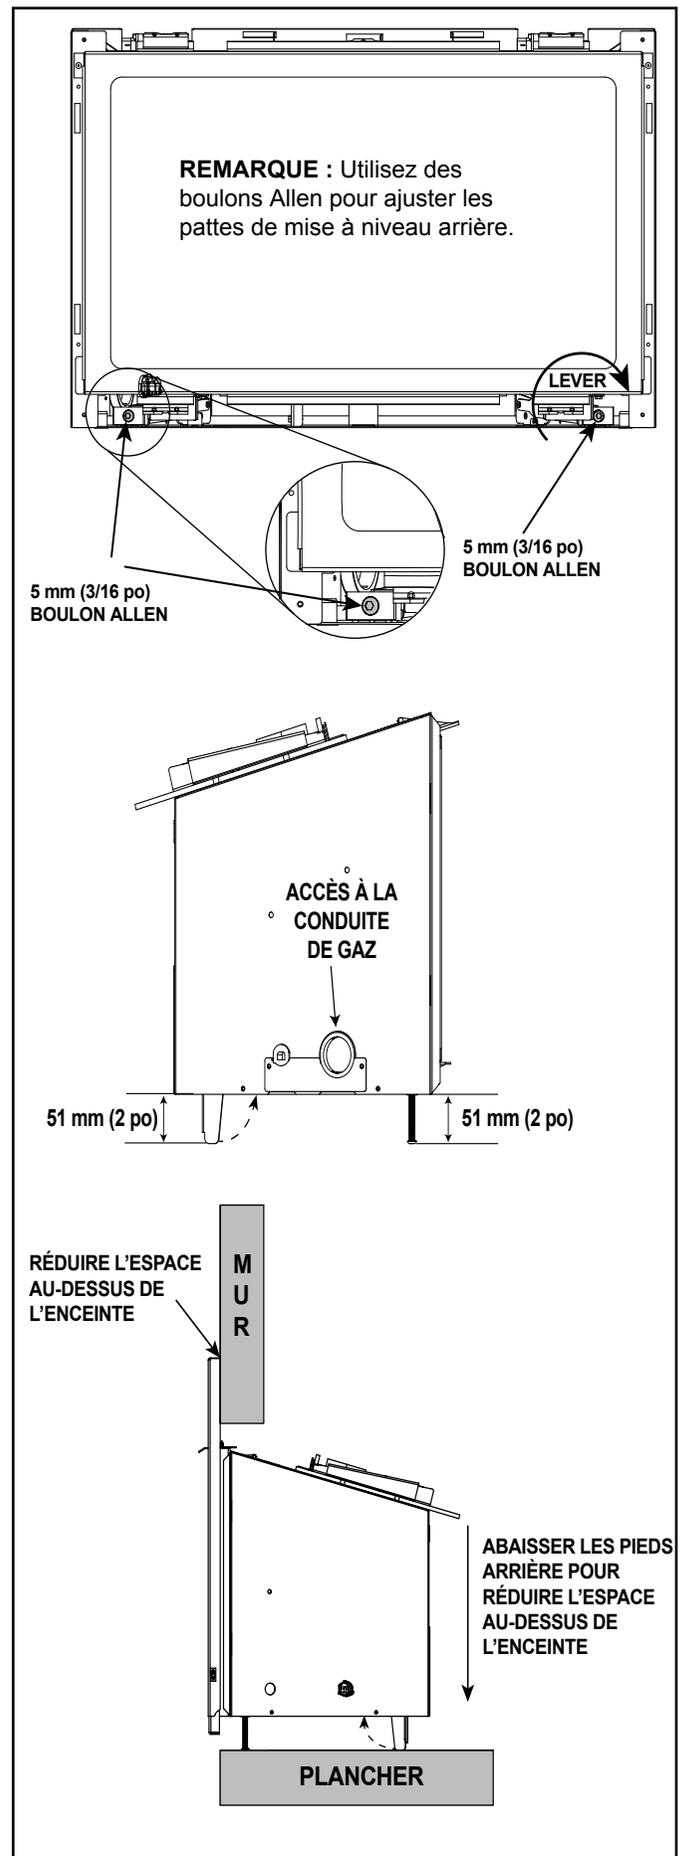

Figure 5.6 Détails sur les pieds de mise à niveau
- Installez l'arrivée du gaz dans le trou du côté. Voir la figure 5.6.
- Fixez la plaque coulissante du col sur l'appareil avec des vis n° 8. Voir figure 5.6.